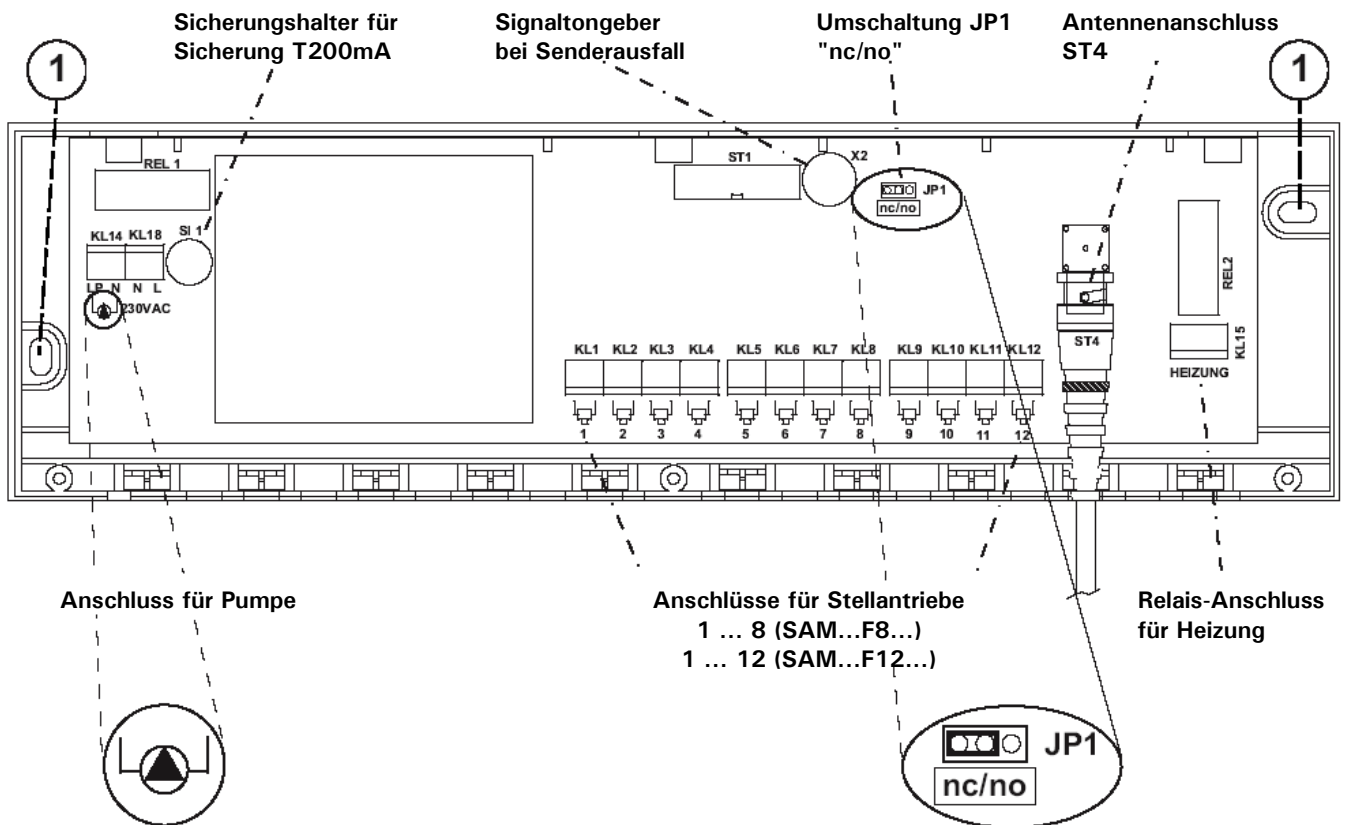

Abb. 4
Die integrierte Pumpenlogik schaltet einen Relaisausgang (230V_{AC}) zur direkten Ansteuerung einer Pumpe im Heizkreis. Dieser Ausgang ist mit  gekennzeichnet (Abb. 4). Daneben steht ein potentialfreier Relaiskontakt mit der Bezeichnung "Heizung" zur Verfügung, mit eine Therme o. Ä. gesteuert werden kann.
Werkseitig sind die Stellantrieb-Ausgänge für stromlos geschlossene (nc) Stellantrieben geschaltet. Durch Umstecken der Brücke auf der Stiftleiste JP1 (Abb. 4) sind die Ausgänge für stromlos geöffnete (no) Stellantriebe konfigurierbar.
- Funkempfänger an einem geeigneten Ort (z.B. im Heizkreisverteiler oder an der Wand) befestigen (Abb. 4 **1**).
- Antenne mit dem Antennenanschluss ST4 (BNC-Kupplung) verbinden (Abb. 4, Abb. 5).